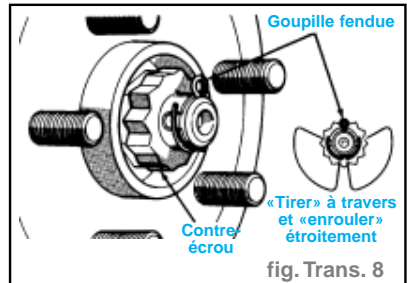

fig. Trans. 8
- Poser la rondelle ressort, le contre-écrou de moyeu et la nouvelle goupille fendue sur l'extrémité de la fusée. Enrouler étroitement les extrémités de la goupille fendue autour du contre-écrou du moyeu. (fig. Trans. 8)